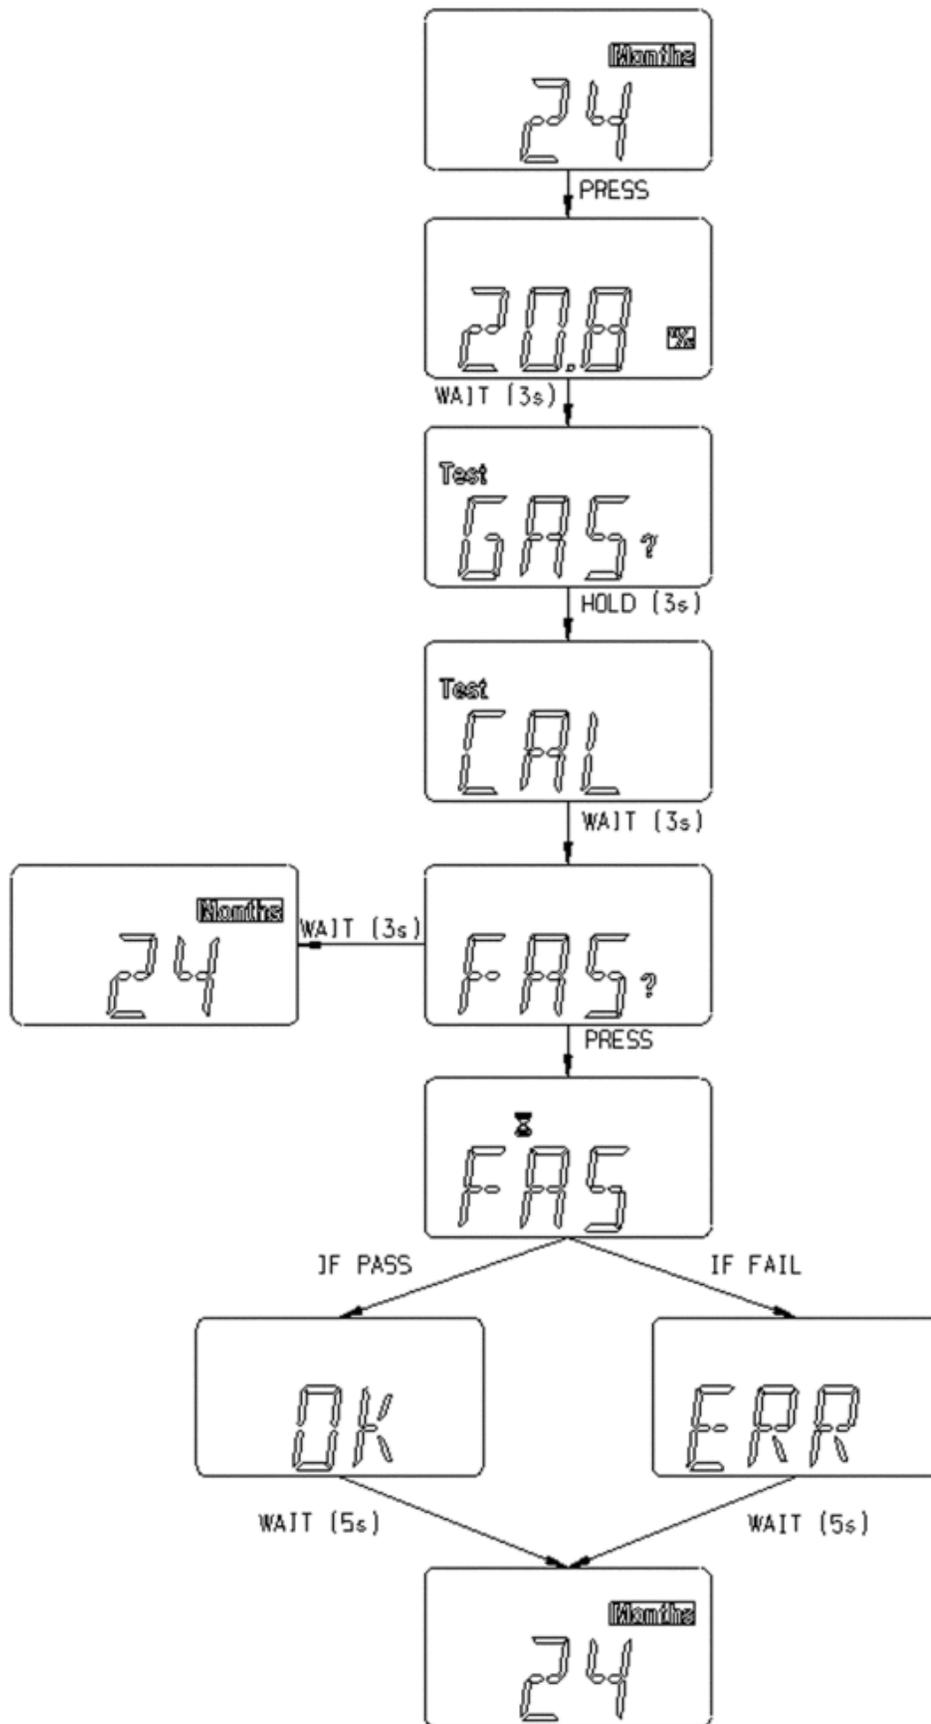

Figura 9 Fluxograma de Calibração (Oxigênio)
- Veja Figura 9 para mais detalhes.